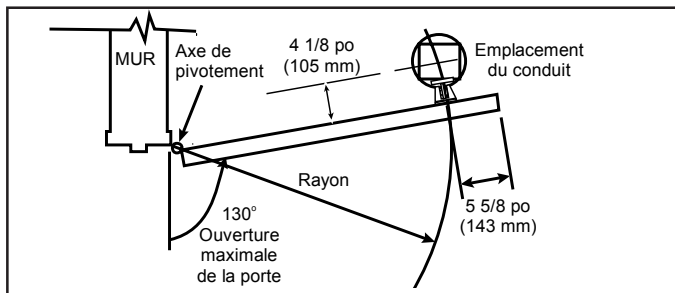

Figure 1. Emplacement du conduit (une seule porte)
- Mesurez la largeur de la porte. Calculez le rayon (Figures 1 et 2) en soustrayant 5-5/8 po de cette largeur.
- Une seule porte (Fig. 1).** En utilisant le rayon calculé à l'étape 1, tracez un arc de cercle (dont le centre est l'axe de pivotement de la porte) se prolongeant au-delà de l'ouverture prévue de la porte. Ouvrez la porte et tracez une ligne parallèle à celle-ci, à une distance de 4-1/8 po (105 mm) du côté « tirage ». L'intersection de cette ligne et de l'arc correspond à l'emplacement du conduit.